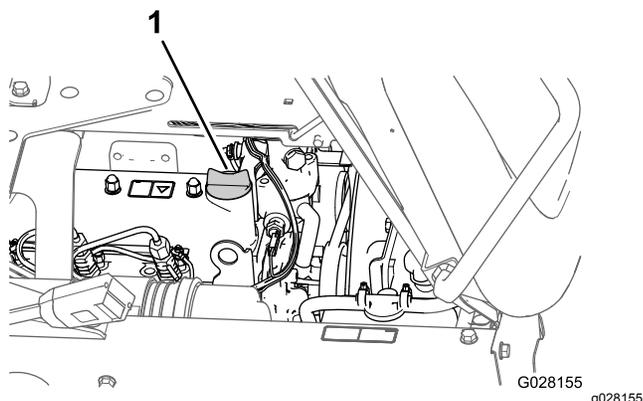

Figura 70
3. Si el nivel de aceite es bajo, retire el tapón de llenado de la tapa de válvulas y vierta aceite por el cuello de llenado hasta que el aceite llegue a la marca Lleno de la varilla (Figura 70).